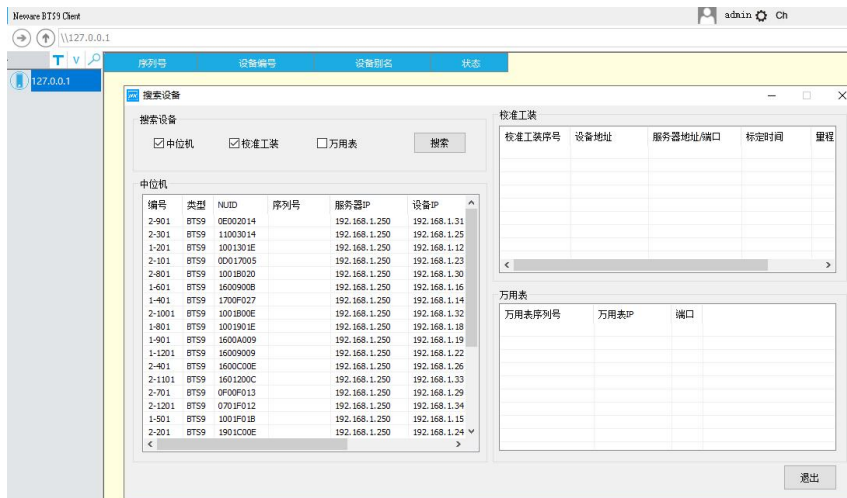

图 3-12 设备搜索界面
- 双击中位机设备列表，弹出“设置设备信息”对话框，除 MAC 地址不可修改外，其他地址均可根据实际情况进行修改。勾选“自动获取 IP 地址（DHCP）”选项框可自动获取相关地址。点击“确定”按钮即可完成修改，如图 3-12 所示；